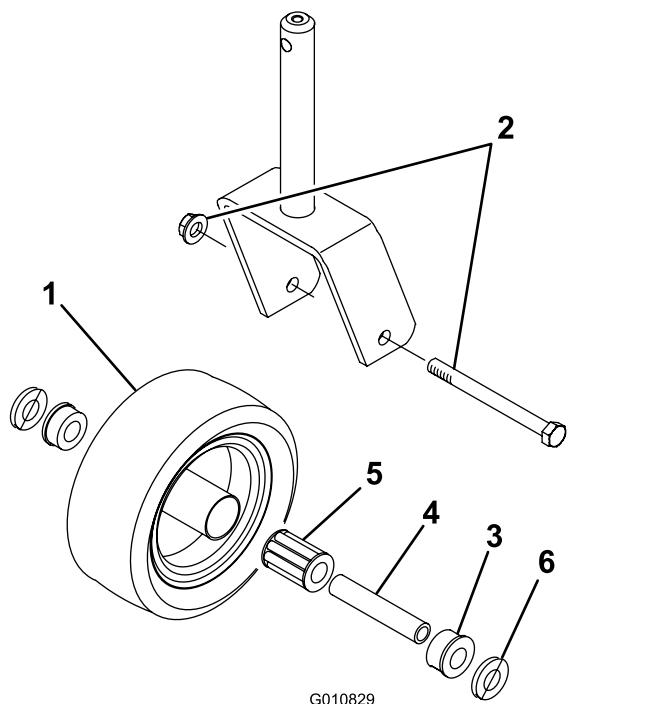

Figura 22
3. Empurre o casquillo da barra de ligação para fora do cubo da roda (Figura 22).
9. Pressione o outro casquillo contra a extremidade aberta do cubo da roda para encaixar o respetivo casquillo dentro do cubo da roda (Figura 22).
1. Retire a porca de bloqueio do parafuso que fixa o conjunto da roda giratória, no respetivo suporte (Figura 22).